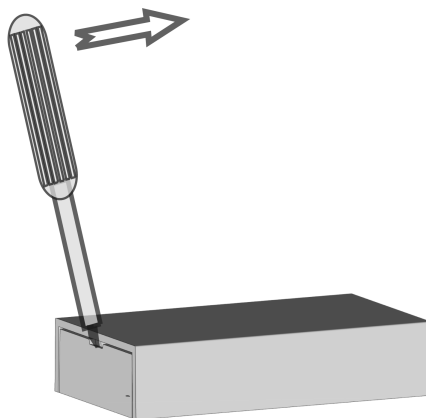

Bild 1: Öppna kapslingen
- Öppna kapslingen genom att skjuta isär delarna. För in den smala spårskruvmejseln i öppningsspåret (Bild 1) och bänd så att de två spärrarna övervinns.